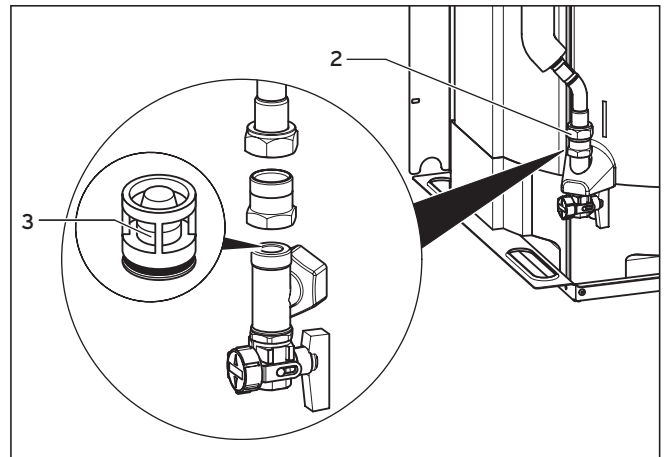

Abb. 9.12 Solarseitiges Rückschlagventil austauschen
- Lösen Sie die Verschraubung (2) und entnehmen Sie das solarseitige Rückschlagventil (3) aus dem Gehäuse.
- Montieren Sie das neue Rückschlagventil. Beachten Sie dabei die in Abbildung 9.12 gezeigte Einbaulage des Ventils.